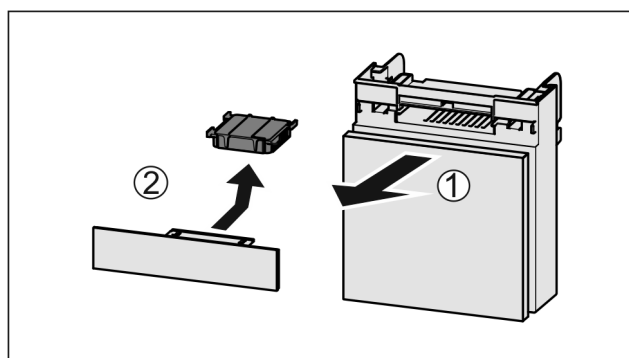

Fig. 41
- ▶ Extraiga Fig. 41 (1) el compartimento hacia adelante.
- ▶ Retire Fig. 41 (2) el filtro de carbón activado.